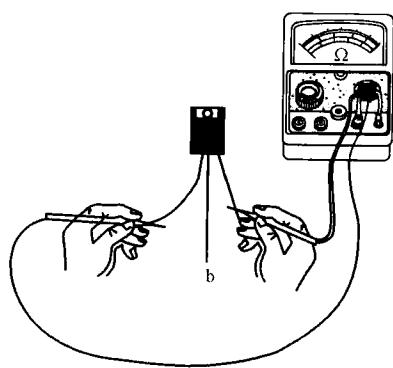

图 1-12 三极管集电极的判别
(3)其余管脚的判别:在判别了三极管的基极和类型后,将万用表两表笔分别接 c、e 极,留下 b 极用嘴衔住(利用人体电阻实现偏置),测读万用表指示值。再将两表笔对调进行同样的测读,比较两次读数。对 PNP 型管,偏转角大(阻值小)的一侧的正端(红表笔)所接的极为集电极;对 NPN 型管,偏转角大(阻值小)的一侧的负端(黑表笔)所接的极是集电极,如图 1-12 所示。